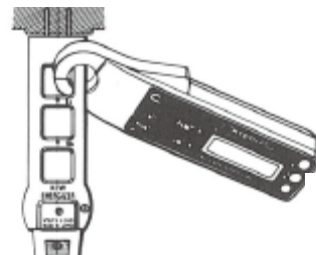

图 12
- 如图所示, M-2004 钳住 M-8021 增能器“1X”位置, 测量双线路导线电流流量 (10AAC) (图 12)。